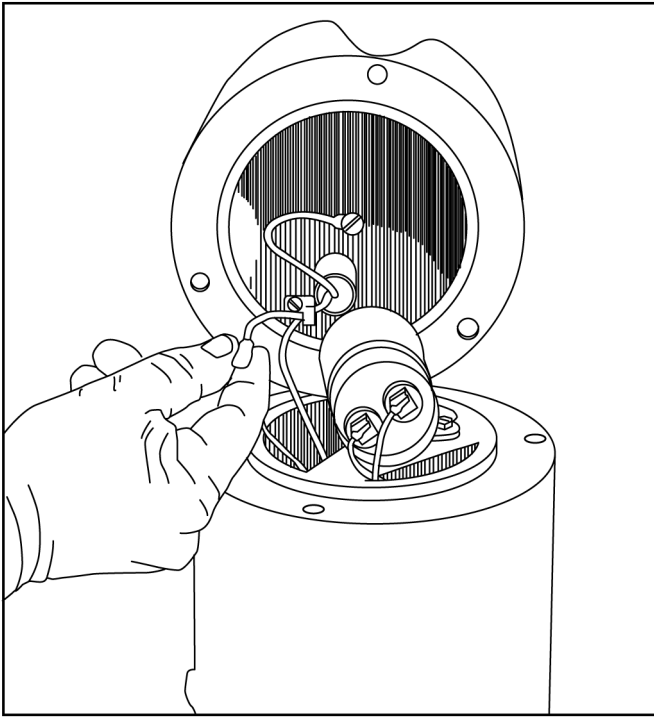

FIG. 10
3. Levante la caja y desconecte los cables conductores del motor y los cables del condensador. Fig. 10